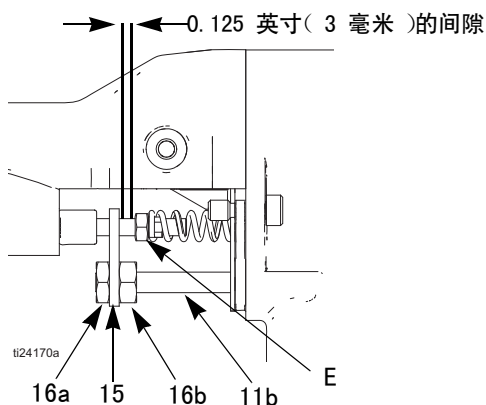

图 23. 致动器臂调节
3. 拆卸安全螺母（16）、致动器臂（15）和调节螺母（16）。参见图 23。
3. 拆卸安全螺母（ 16 ）、致动器臂（ 15 ）和调节螺母（ 16 ）。参见图 23。
参见图 23。
4. 卸下调节螺母（16a）和致动器臂（15）。参见图 23。